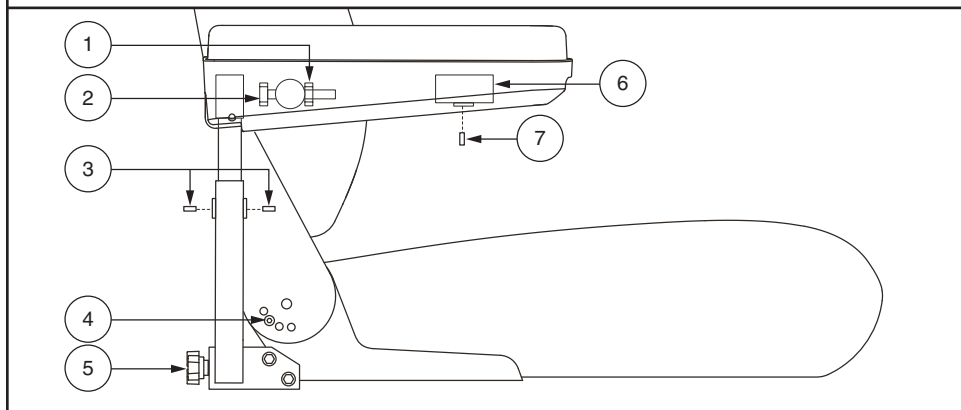

Figura 12. Regolazione schienale/bracciolo
1. Rimuovere le viti di regolazione da ogni cerniera del sedile. **Vedere la figura 12.**
1. Individuare le due manopole dei braccioli su ogni lato della staffa del bracciolo. **Vedere la figura 12.**
1. Sollevare il bracciolo verso l'alto in modo che sia perpendicolare al pavimento. **Vedere la figura 12.**
1. Allentare le due viti che si trovano sull'alloggiamento del bracciolo. **Vedere la figura 12.**
2. Allentare le viti sulla staffa della centralina. **Vedere la figura 12.**